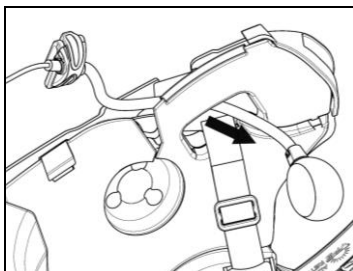
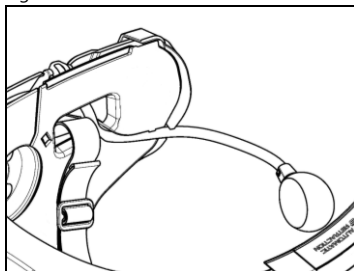

Fig. 11
Fig. 12
- Pasar el micrófono por la ranura (Fig. 11) y colocarlo en el respectivo alojamiento, introduciendo el brazo articulado del micrófono en la ranura de la armazón de enganche de la carrillera (Fig. 12).